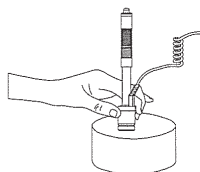

Figura 2
2. **Posizionamento (Vedere Figura 2)**